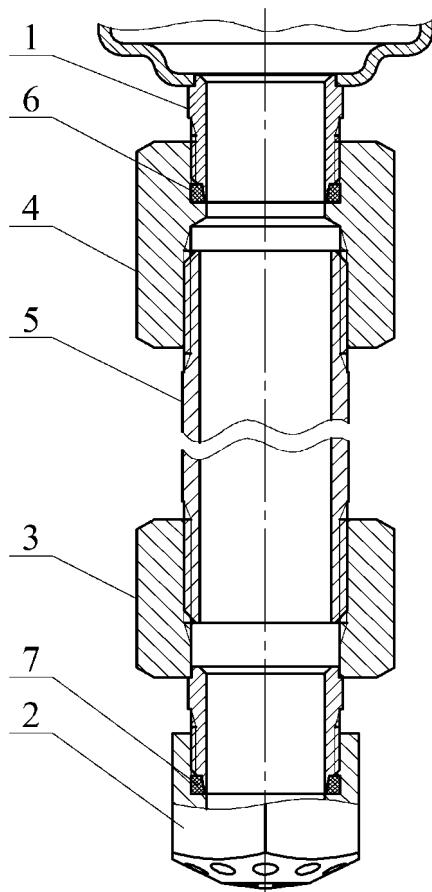

Рисунок 3
- ж) по заявке Потребителя (см. рисунок 3):
4.1.3 Для вывода насадка-распылителя в свободную зону через подвесной потолок типа Грильято, Армстронг и т.п. или его перемещения в рабочую зону эффективного пожаротушения при монтаже МУПТВ на потолочном перекрытии высотой более 9 м модуль может быть дополнительно укомплектован удлинителем, соединяющим выпускную горловину МУПТВ 1 с насадком-распылителем 2 (см. рисунок 3).
6.9 При монтаже насадка-распылителя через удлинитель (см. рисунок 3) провести следующие работы. Собрать удлинитель согласно рисунку 3. Перед сборкой на наружные резьбы трубы **5** нанести герметик, например, TEKASIL NEUTRAL PROFI, после чего накрутить до упора переходники **3, 4**. В зарезьбовые участки отверстий насадка-распылителя **2** и переходника **4** установить резиновые кольца **6, 7**. На наружную резьбу переходника **3** накрутить до упора насадок-распылитель **2**. Соединить удлинитель через резьбовое соединение с выпускной горловиной МУПТВ **1**. При монтаже необходимо обеспечить перпендикулярное направление оси удлинителя относительно горизонтальной плоскости.
При наличии удлинителя (см. рисунок 3) дополнительно: